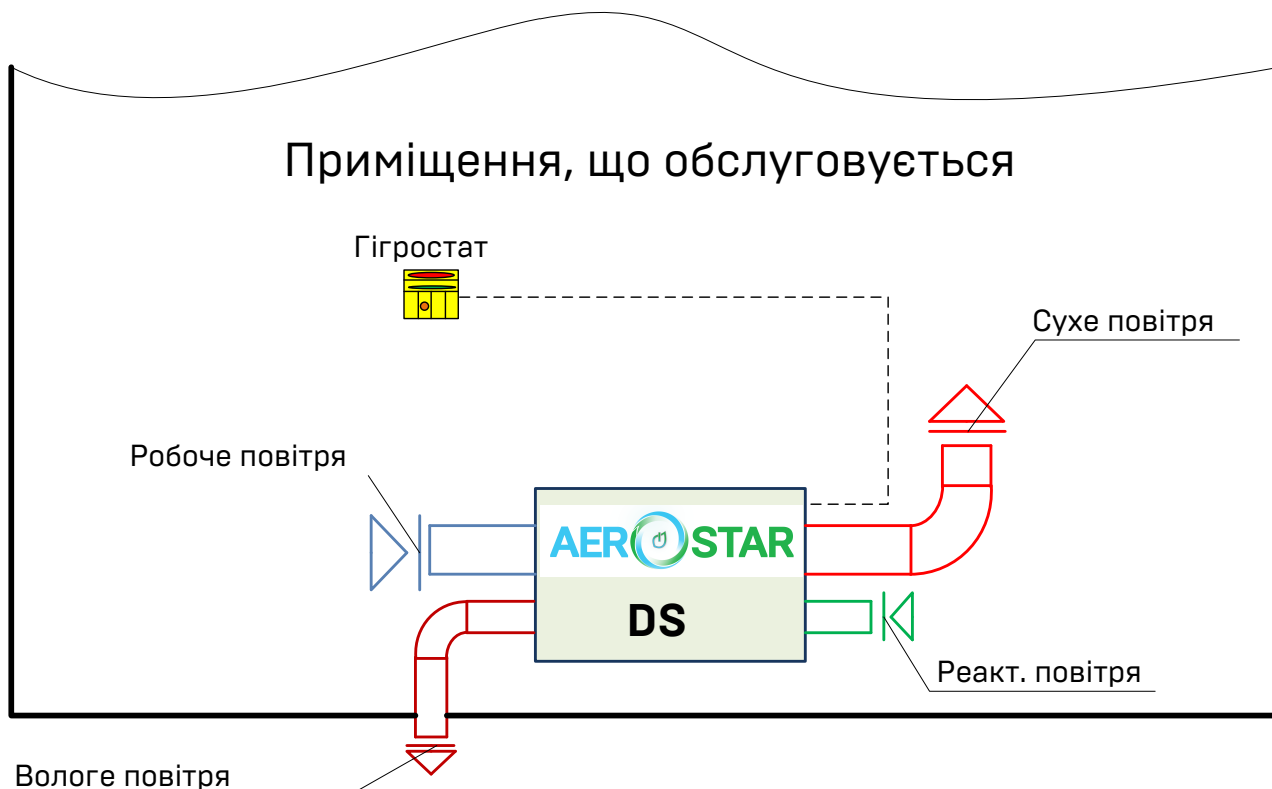

Рисунок 4.7 – Робота осушувача у режимі "сушіння" (внутрішнє виконання)
- ✓ робота осушувача за «закритою» схемою в режимі «сушіння» – див. рисунок 4.7.